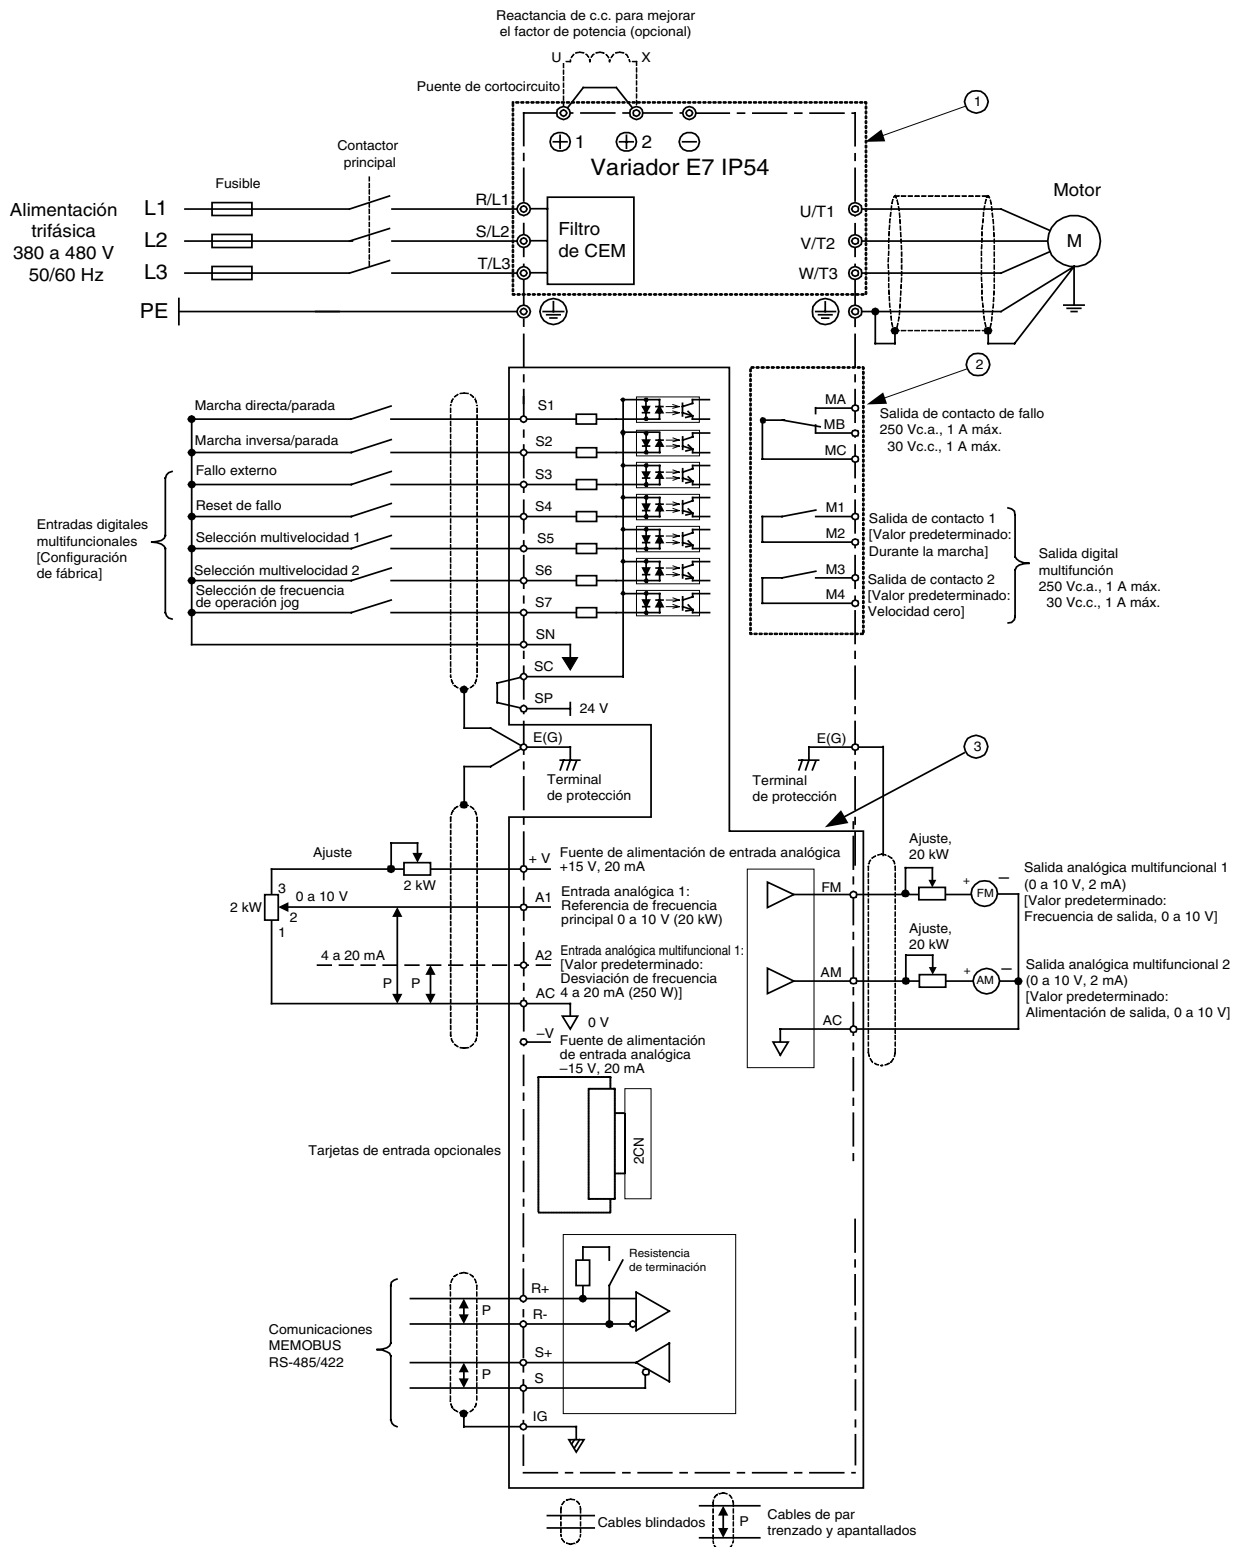

Fig. 2 Diagrama de cableado
- En la Fig. 2 puede verse el cableado de las entradas digitales S1 a S7 para la conexión de contactos o de transistores NPN (modo 0V común y NPN). Esta es la configuración predeterminada. Para conectar transistores PNP o para utilizar una fuente de alimentación externa de 24V consulte la Tabla 3.